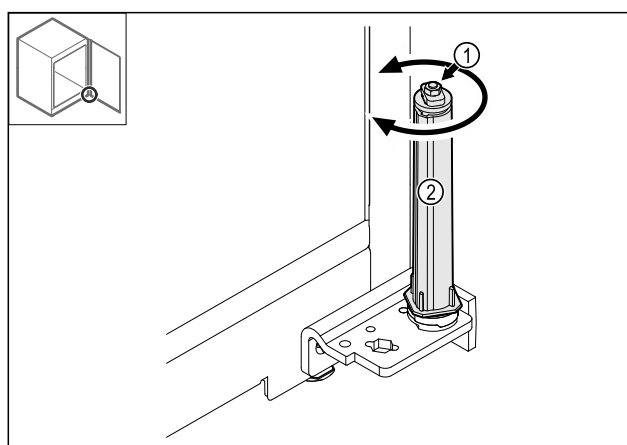

Fig. 40
- ▶ Ne rastavljajte vijčani spoj Fig. 40 (1) sustava zatvaranja.
- ▶ Okrećite sustav zatvaranja Fig. 40 (2) dok ne klikne.